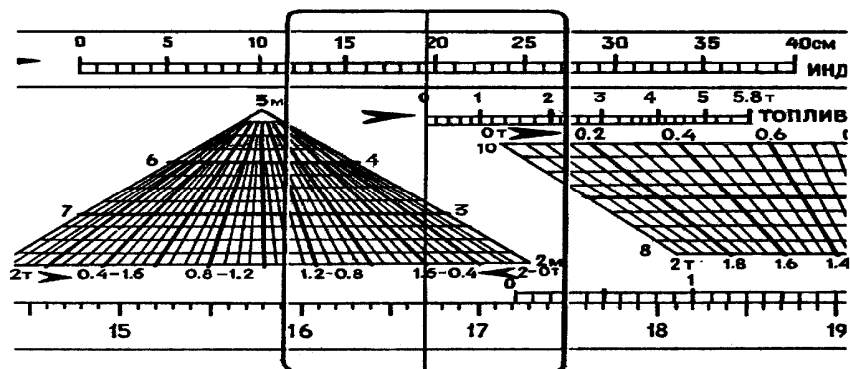
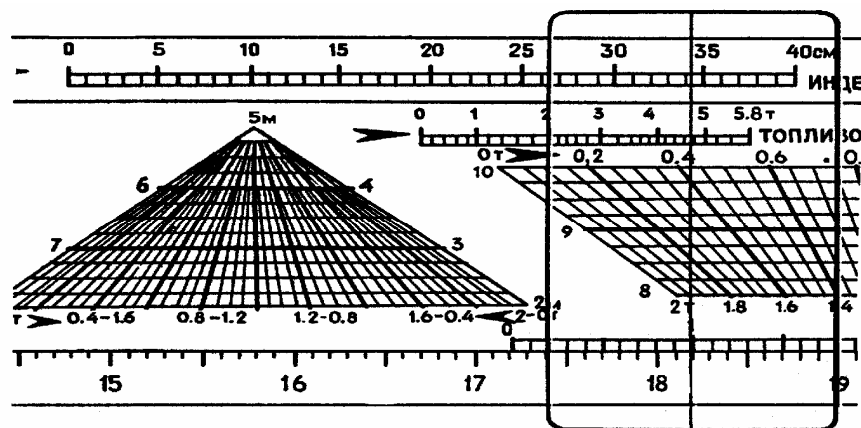

Рис. 2.11. Линейка. Положение "2" движка
Рис. 2.12. Линейка. Положение "3" движка
4. Перемещением движка вправо начало шкалы "ТОПЛИВО" подводится под визирную линию бегунка (рис. 2.11). Бегунок смещается вправо до совпадения визирной линии с делением 4742 кгс шкалы "ТОПЛИВО", соответствующим заправке топлива на взлете (рис. 2.12).